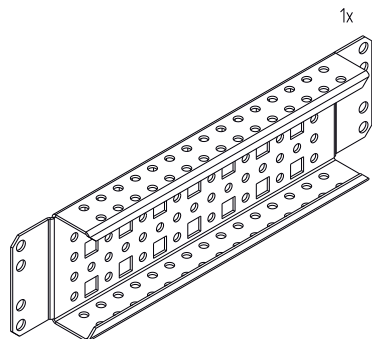

Рисунок 1 – Рейка монтажная тип А
- проверить комплектность (рисунок 1, 2).